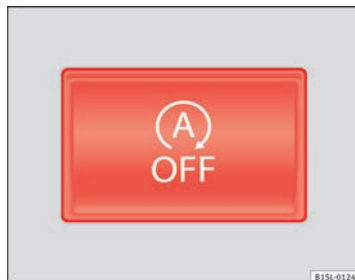

Fig. 101 En la parte superior de la consola central: tecla del sistema Start-Stop.
- Pulse la tecla  situada en la consola central ⇒ fig. 101.